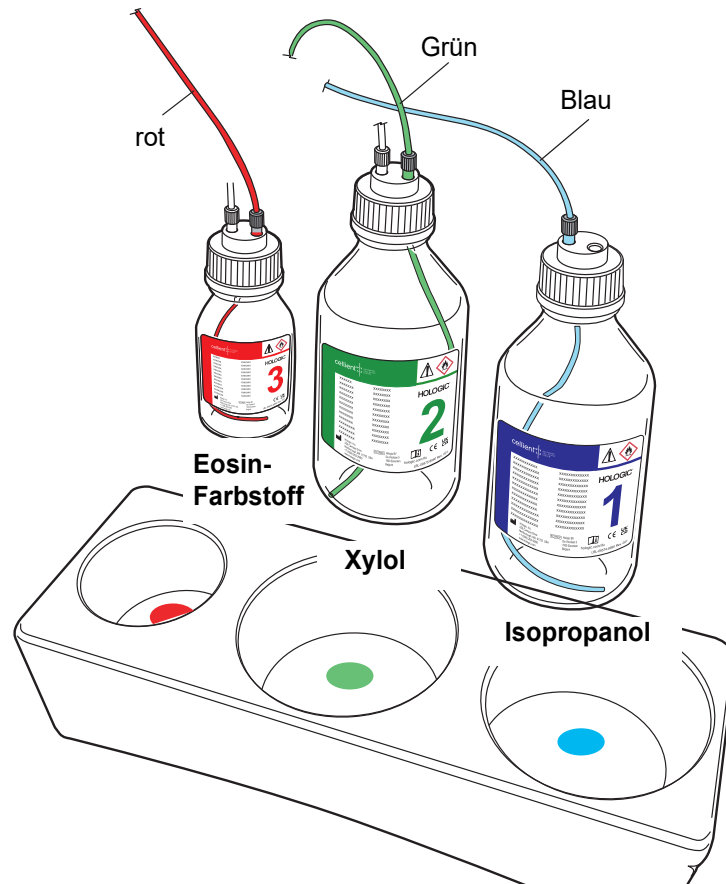

Abb. 2-3 Reagenzienflaschen
Die Flaschen mit Xylol (2) und Eosin-Farbstoff (3) stehen unter Druck. Der farbige Schlauch ist für das Reagens bestimmt, der weiße Schlauch für die Luftzufuhr. Da die Flasche mit Isopropanol (1) nicht unter Druck steht, befindet sich in ihrem Deckel nur der Reagenzienzufuhrschlauch. Siehe Abb. 2-3.